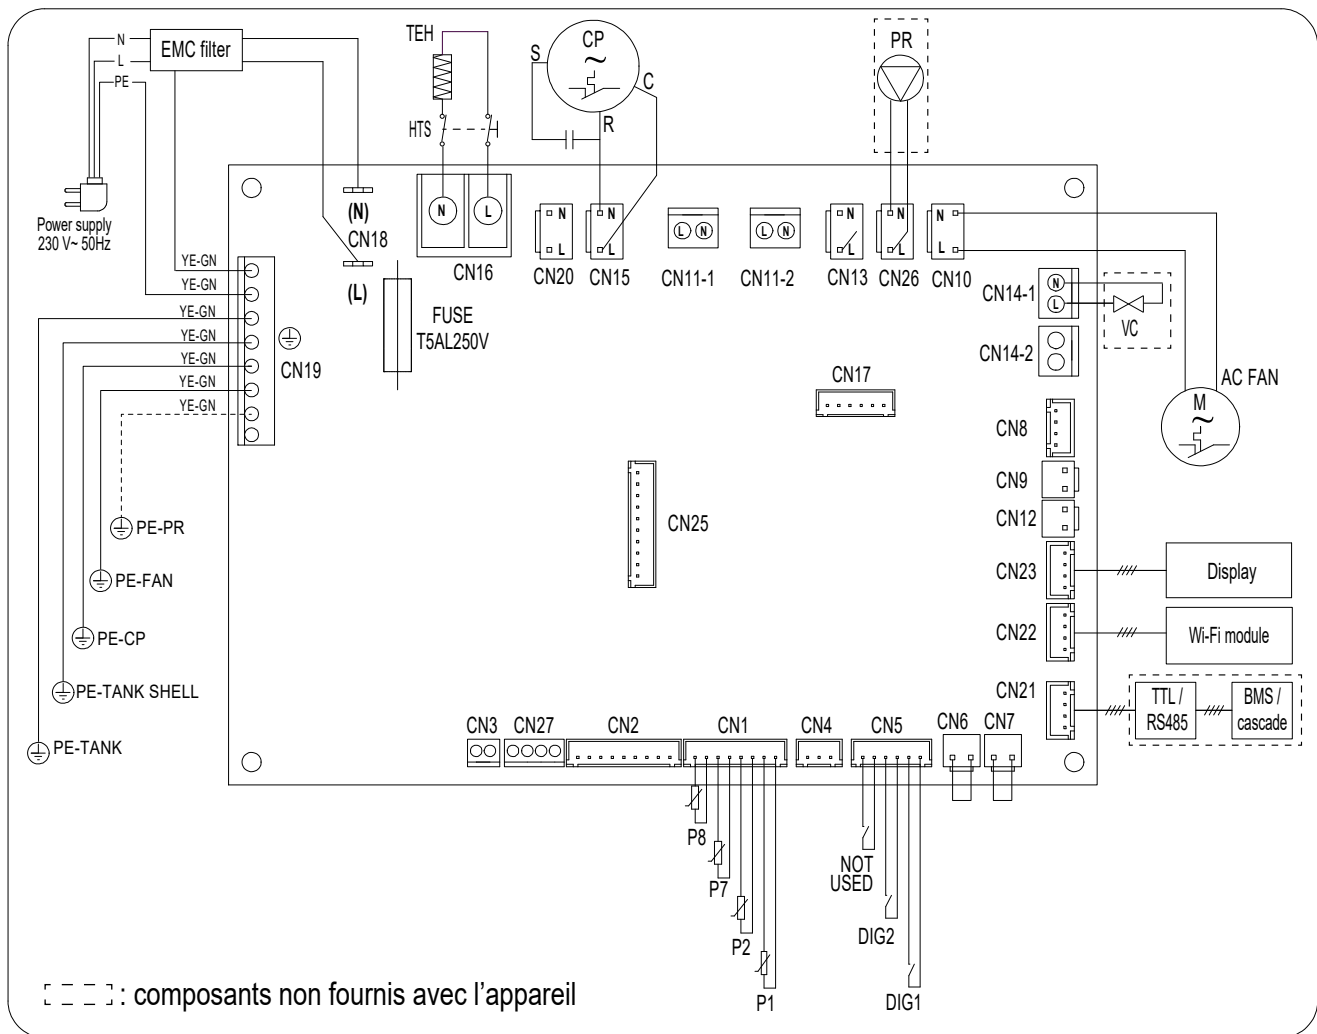

fig. 70 - Schéma de câblage de l'équipement
1) La pompe de recirculation (part.16) doit être connectée à la borne CN26 de la carte mère maître (réf. « fig. 70 - Schéma de câblage de l'équipement" en page 178).
2) Monter une électrovanne normalement ouverte (part. 19) pour chaque unité de la cascade. La vanne doit être raccordée à la borne CN14-1 (réf. « fig. 70 - Schéma de câblage de l'équipement » en page 178) de la carte mère de chaque boîtier.
- 1) La pompe de recirculation (part. 16) doit être connectée à la borne CN26 de la carte mère maître (réf. « fig. 70 - Schéma de câblage de l'équipement » en page 178).
- 2) Monter une électrovanne normalement ouverte (part. 19) pour chaque unité de la cascade. La vanne doit être raccordée à la borne CN14-1 (réf. « fig. 70 - Schéma de câblage de l'équipement » en page 178) de la carte mère de chaque boîtier.